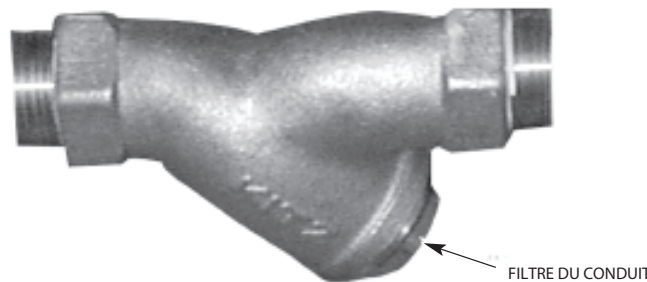

Fig. 22
5. Filtre de conduite encrassé (Fig. 22) obstruant le passage de l'eau. Coupez l'alimentation en eau, dévissez le bouchon du filtre, retirez et nettoyez le tamis.